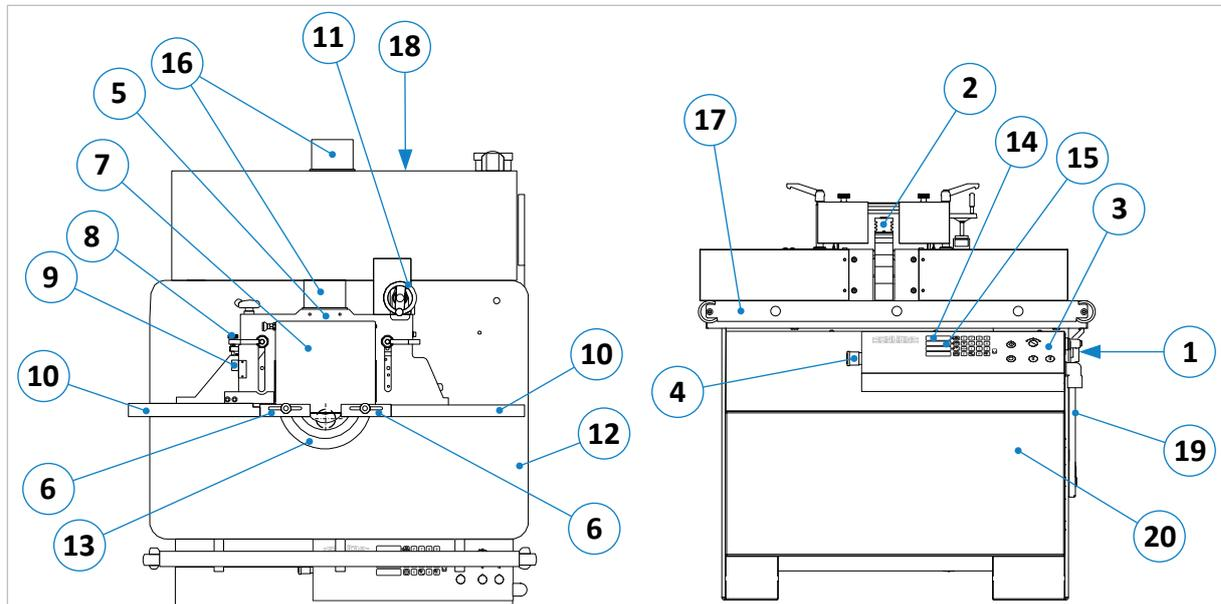

Abbildung 11: Komponenten / Bedienelemente
Im Gefahrenfall oder bei Störungen im Arbeitsablauf kann die Maschine über die im Bedienpanel (siehe ⇨ Abbildung 11) angebrachte Not-Aus Schlagtaste (4) schnell und zuverlässig stillgesetzt werden.